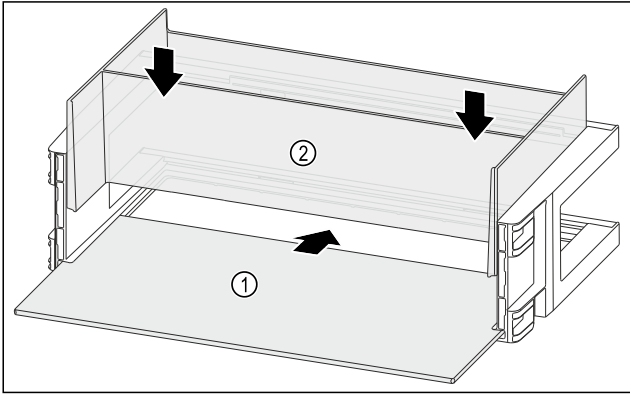

Fig. 125
- ▶ 将搁板 Fig. 125 (1) 推入侧面凹槽。
- ▶ 装入收纳盒 Fig. 125 (2)。